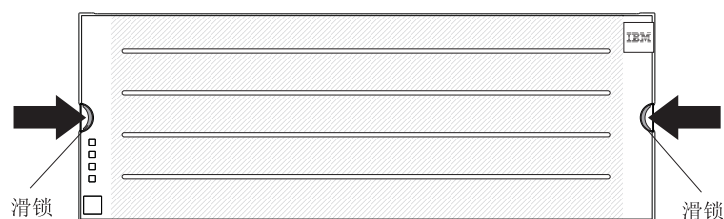

图 82. 卸下挡板
1. 在存储扩展机柜的前部，向里按压滑锁以卸下挡板（请参阅图 82）。
3. 将挡板放在存储扩展机柜的前部（请参阅图 82）。